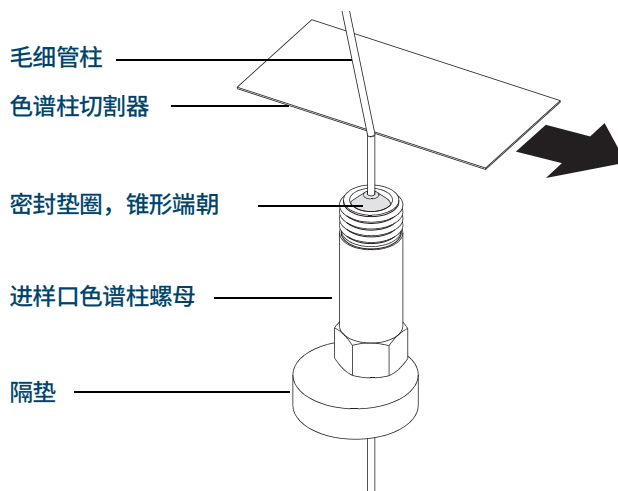

图 3. 准备安装毛细管柱
- 2 佩戴干净的手套，按下色谱柱，让其通过隔垫（需要一定的压力）。然后将色谱柱螺母和已老化的密封垫圈滑入色谱柱的自由端。（请参阅图 3。）垫圈的锥形端必须朝向远离色谱柱螺母的一端。